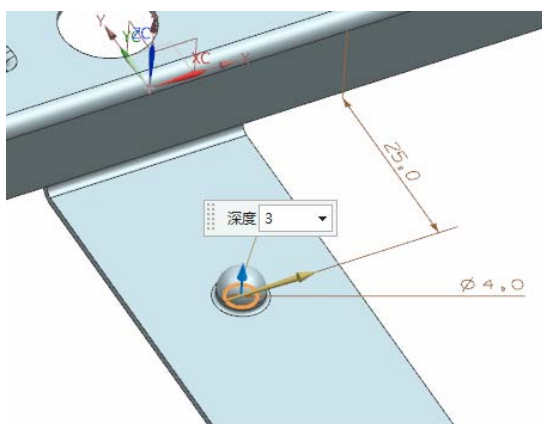

图 4-157 预览所创建的凹坑特征
(4) 单击“完成”图标，草图绘制完毕，视图区预览显示如图 4-157 所示的钣金件。